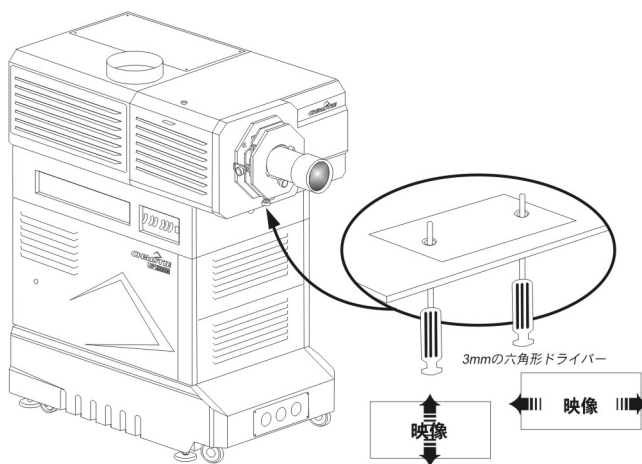

図 2-44 フォールドミラーの調整
1. フォールドミラーのアクセスプレートをプロジェクションヘッド部の裏側から外します。このプレートは、レンズの真下にあります。2つのアクセスホールが見えるようになり、ここからフォールドミラー用ネジ2本を調整します（図 2-44）。